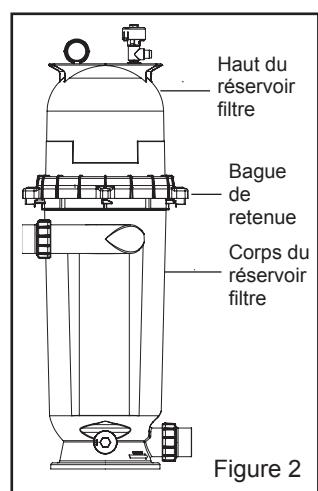

Figure 2
2. Assurez-vous que le joint torique est en position dans la moitié inférieure du réservoir. Placez le couvercle du filtre sur la moitié inférieure du réservoir en vérifiant qu'il est correctement et fermement installé sur la moitié du réservoir. Voir figure 2.